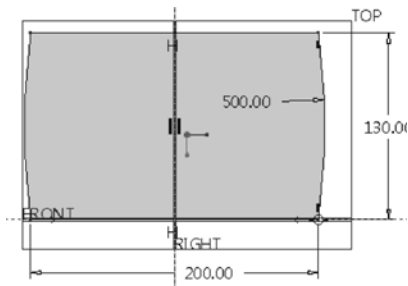

图 7-146 绘制拉伸剖面
- 5 绘制如图 7-146 所示的拉伸剖面，单击“确定”按钮。